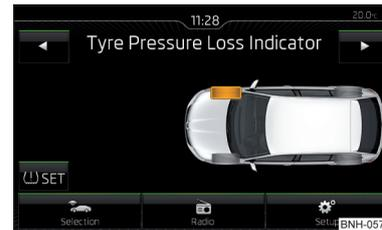

Fig. 135
- Pulsar la tecla (CAR) en el Infotainment, y luego en la pantalla las teclas de función sucesivamente (L), Estado del vehículo.
- Con ayuda de la tecla de función (L) Seleccione el punto del menú *Sistema control neumáticos*.
- Pulsar la tecla de función (L) SET» fig. 135.
En caso de los testigos de control iluminados  en el cuadro de instrumentos pueden mostrarse en el Infotainment los neumáticos afectados » fig. 135.